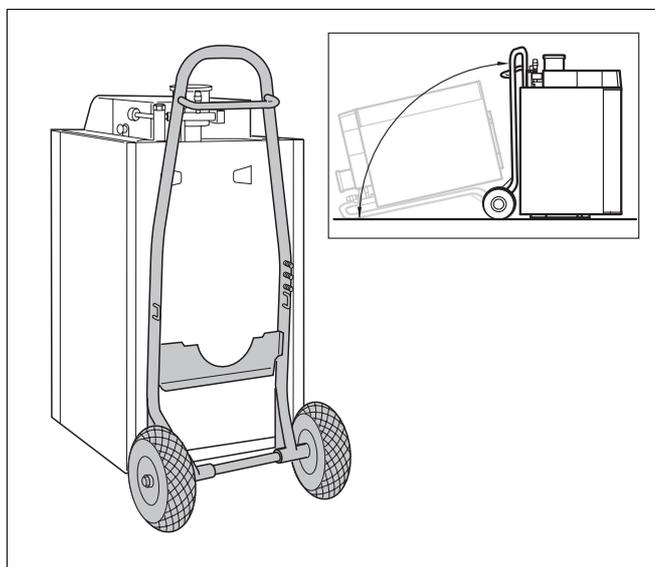

Fig. 18 Montare i piedini regolabili a vite con l'ausilio del carrello per il trasporto della caldaia
- Ribaltare la caldaia all'indietro servendosi del carrello (fig. 18).